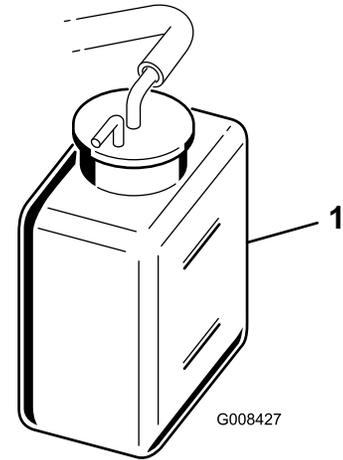

図 31
2. 冷却液の量を点検する 図 31。エンジンが冷えている状態で、補助タンク側面についている 2 本のマークの間にあれば適正である。